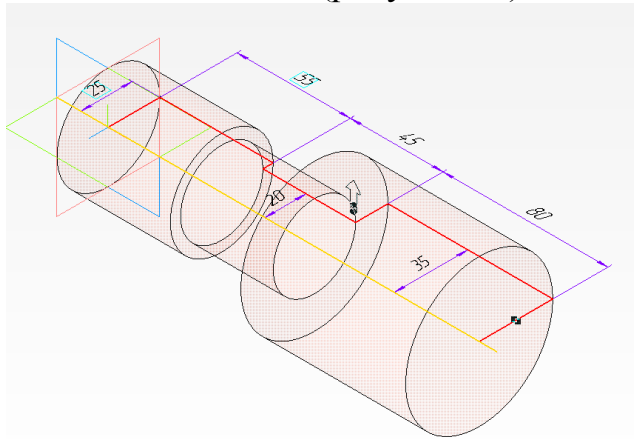

Рисунок 12.
2. Далее через  - **Редактирование детали**, выбираем  - **Операция вращения**, **Создать объект** (рисунок 12).